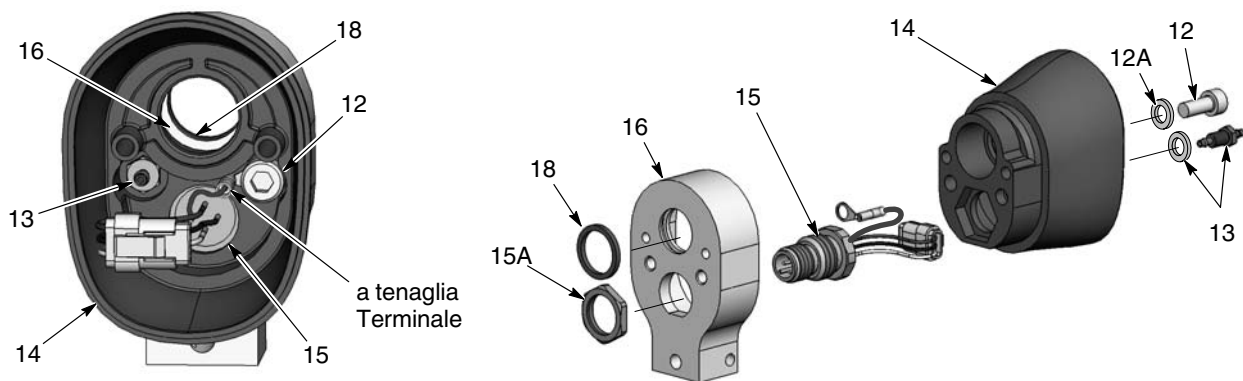

Figura 24 Smontaggio della pistola con montaggio su barra 3 di 3
8. Vedi figura 24. Per smontare il gruppo del corpo posteriore rimuovere la vite (12), la rondella di sicurezza (12A), il raccordo con bava e la rondella di sicurezza (13) dall'interno del corpo posteriore (14). Sono necessari una chiave esagonale da 3 mm e una presa profonda da 1/4 in.
9. Rimuovere il dado (15A) dall'alloggiamento (15), tirare via l'adattatore dal corpo pistola posteriore e far avanzare il cablaggio dell'alloggiamento attraverso il corpo.
10. Controllare il quad ring (18) nell'adattatore (16) e sostituirlo se è danneggiato.